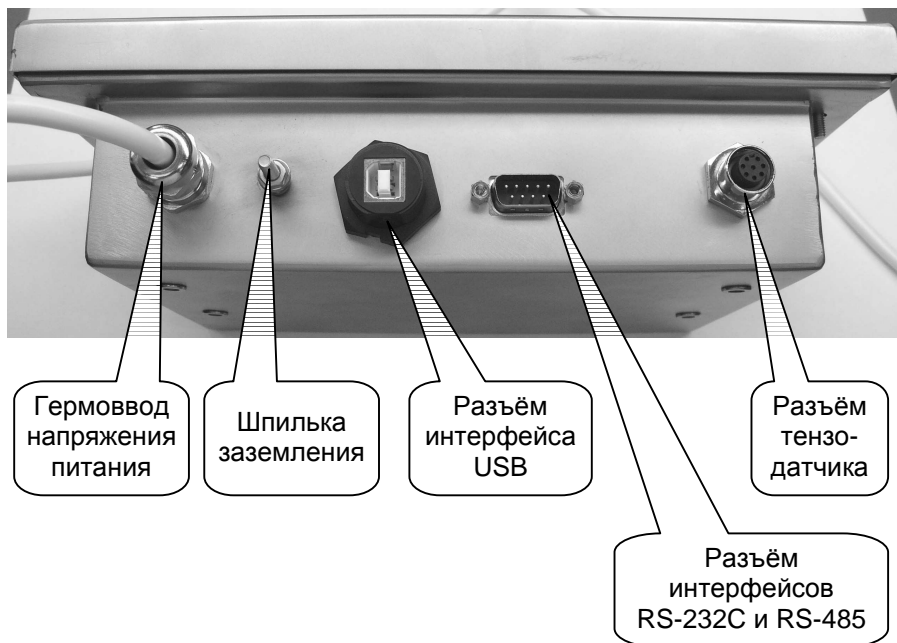

Рис. 4.3. Вид Преобразователя со стороны панели разъёмов и гермовводов.
На Рис. 4.3 изображён вид Преобразователя со стороны панели разъёмов и гермовводов.
5.1. Подключить датчик весоизмерительный тензорезисторный к соответствующему разъёму Преобразователя (см. Рис. 4.3, стр. 7). Назначение и расположение контактов разъёма для подключения тензодатчика приведено в разделе 28.1 на стр. 23 Руководства.
5.2. Если требуется, подключите кабель внешнего последовательного интерфейса к соответствующему разъёму Преобразователя (см. Рис. 4.3, стр. 7). Назначение контактов разъёма интерфейсов RS-232C и RS-485 и схемы интерфейсных кабелей приведены в разделе 28.2 на стр. 24 Руководства.
5.3. Подключите Преобразователь к цепи заземления через соответствующую шпильку (см. Рис. 4.3, стр. 7).